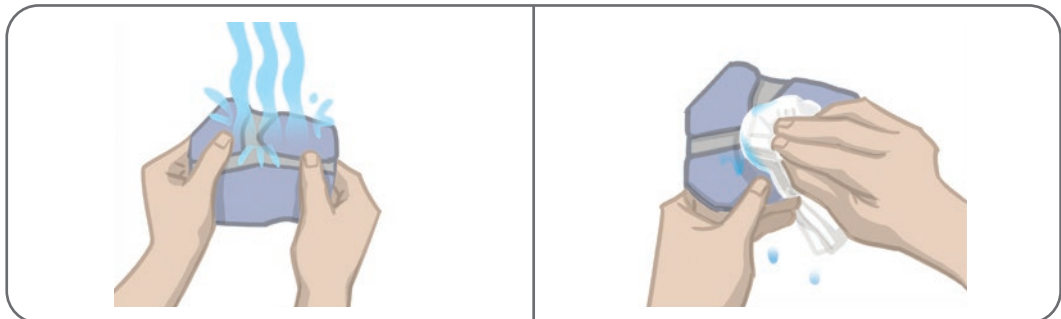

Abbildung 6-7: Befeuchten der Elektrode und Entfernen von überschüssigem Wasser
3. Befeuchten Sie die Steering-Elektrode vollständig mit Wasser. Siehe Abbildung 6-7.
4. Tupfen Sie überschüssiges Wasser von der Steering-Elektrode mit einem Tuch ab. Siehe Abbildung 6-7.